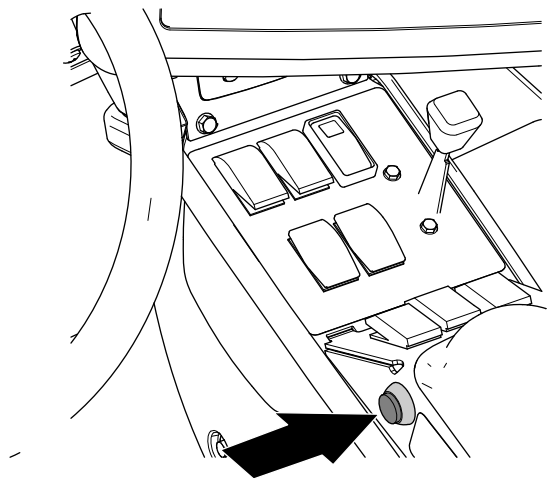

Figure 163
7. Sur la machine, placez la commande générale des sections à la position MARCHE (Figure 163)